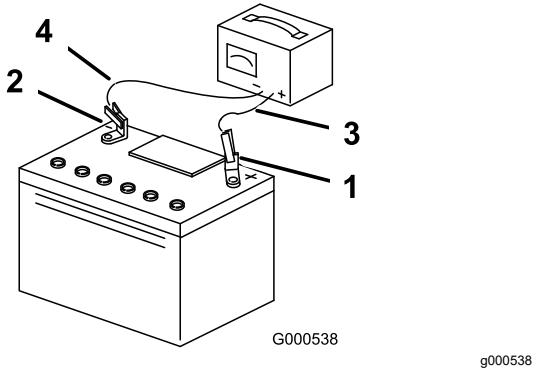

Figura 56
3. Quando a bateria estiver totalmente carregada, desligue o carregador da tomada elétrica e em seguida desligue os cabos do carregador dos bornes da bateria (Figura 56).